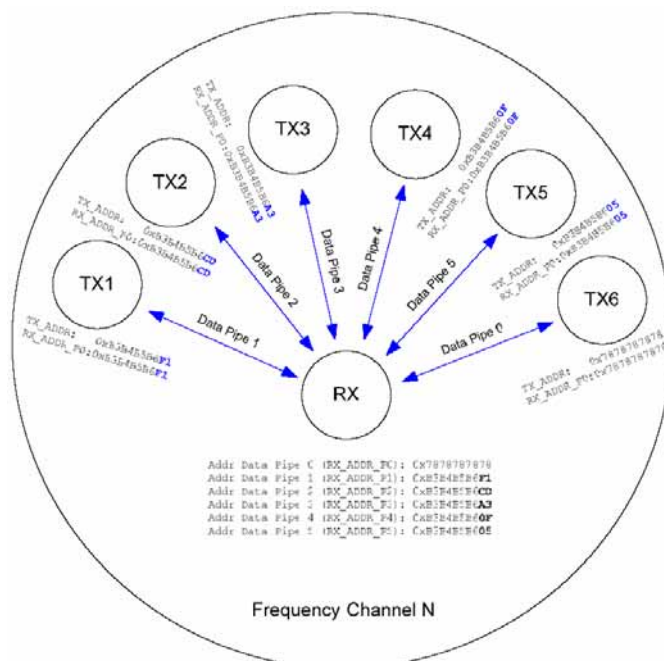

图 5、应答地址确定举例
nRF24L01 在确认收到数据后记录地址，并以此地址为目标地址发送应答信号。在发送端，数据通道 0 被用做接收应答信号，因此，数据通道 0 的接收地址要与发送端地址相等以确保接收到正确的应答信号。见图 5 选择地址举例。
- 2、当 MCU 有数据要发送时, 接收节点地址 (TX\_ADDR) 和有效数据 (TX\_PLD) 通过 SPI 接口写入 nRF24L01。发送数据的长度以字节计数从 MCU 写入 TX FIFO。当 CSN 为低时数据被不断的写入。发送端发送完数据后, 将通道 0 设置为接收模式来接收应答信号, 其接收地址 (RX\_ADDR\_P0) 与接收端地址 (TX\_ADDR) 相同。例: 在图 5 中数据通道 5 的发送端 (TX5) 及接收端 (RX) 地址设置如下: